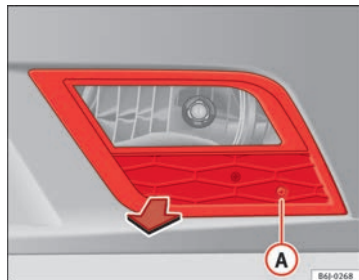

Fig. 157 Faro antiniebla
- Retire el tornillo ⇒ fig. 157 **A** de la reja del faro antiniebla precisando para ello un destornillador.